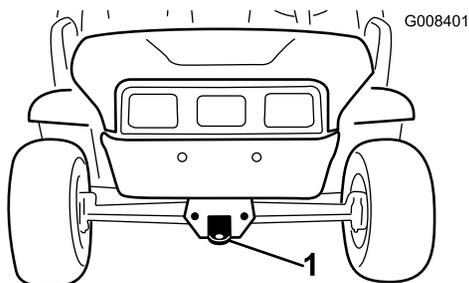
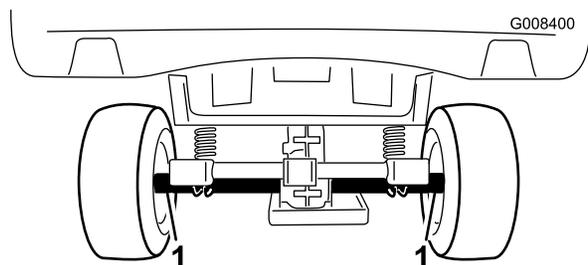

Рисунок 21
Рисунок 22
Для перемещения автомобиля на большие расстояния следует использовать прицеп. Убедитесь в том, что машина надежно закреплена на прицепе. Местонахождение точек крепления показано на Рисунок 21 и Рисунок 22.
2. Прикрепите буксирный трос к сцепному устройству в передней части рамы автомобиля (Рисунок 21).